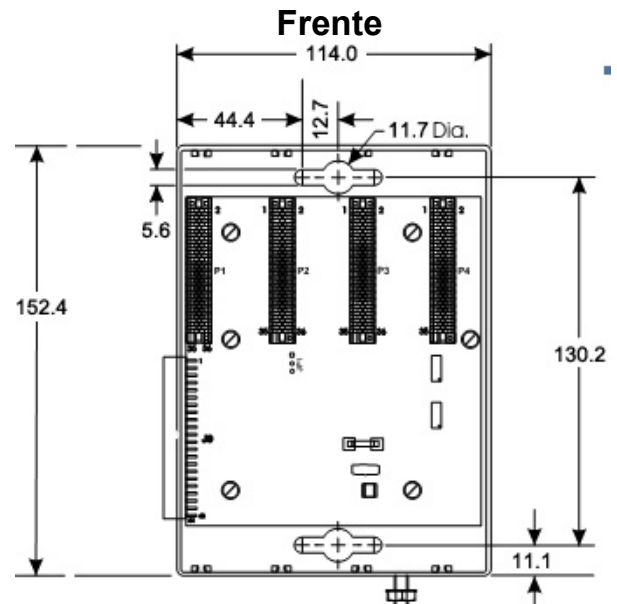

Figura 3. Dimensões do invólucro de expansão com 4 slots do ControlWave Micro (em milímetros)
- **Invólucro de expansão.** Posicione o invólucro de expansão à direita do invólucro de base e localize os orifícios de montagem, usando o invólucro de expansão como modelo (consulte a *Figura 3* para conhecer as dimensões).